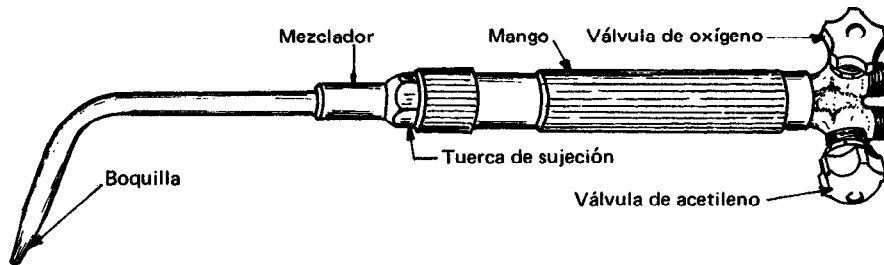

Figura 1.6
- ▲ *Soplete de baja presión:* (Figura 1.6) es aquel que está previsto, para utilizar directamente el acetileno, a una presión ligeramente superior